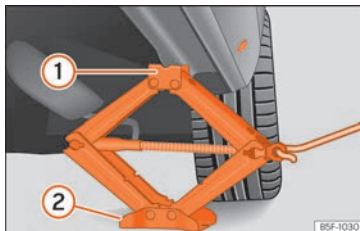

Fig. 77 Posizionamento del cric.
- Ruotare la manovella del cric*, posto sotto il punto di appoggio del longherone, per alzarlo finché la linguetta ① »» **fig. 77** non avrà raggiunto l'alloggiamento previsto.
- Allineare il cric* in modo tale che la linguetta ① "si agganci" nell'apposito alloggiamento del longherone e la piastra di base mobile ② resti appoggiata al suolo. La piastra di base ② deve cadere sul lato verticale rispetto al punto di appoggio ①.